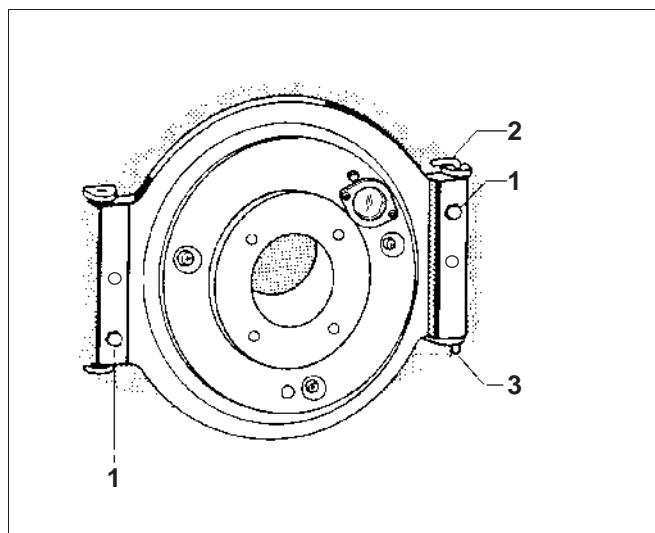

Рис. 21 Дверца горелки
- Откройте дверцу горелки и выньте шарнирную ось (рис. 21, **поз. 2**).
- Переставьте справа налево нижний штифт (рис. 21, **поз. 3**) в дверце горелки.
- Подвесьте дверцу горелки на штифте (рис. 21, **поз. 3**) в нижней шарнирной скобе и закрепите, установив шарнирную ось (рис. 21, **поз. 2**) в верхнюю шарнирную скобу.
- Закройте дверцу горелки и закрепите болтами (рис. 21, **поз. 1**) – момент затяжки 10, макс. 15 Нм.
Экспликация к рис. 21